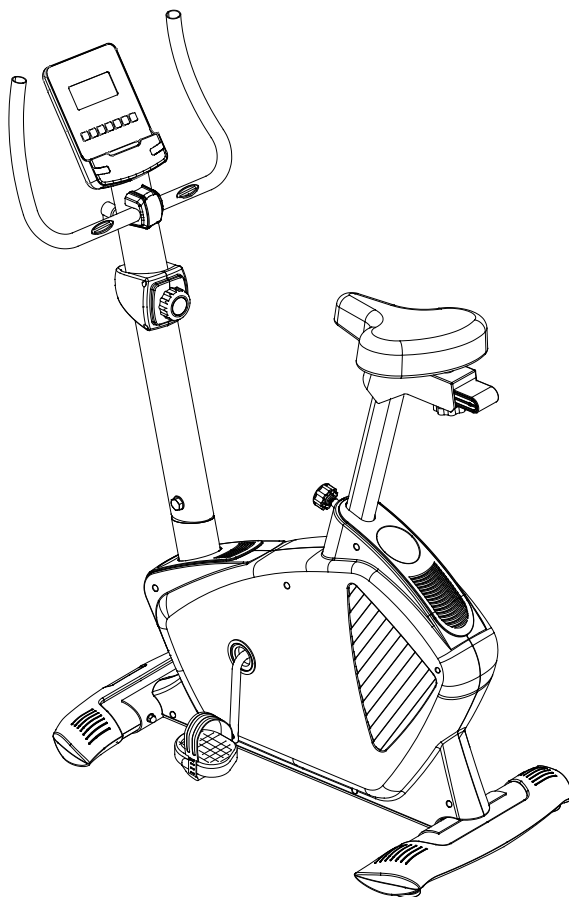

Рис.1
Достаньте оборудование из коробки и убедитесь, что все детали на месте рис.1. (1) основной корпус; (8) вынос руля; (22) подседельный штырь; (23) седло; (15) руль; (24) монитор; (3) задний стабилизатор; (2) передний стабилизатор; коробка, содержащая: (4) болты с прорезной головкой М-10; (5) изогнутая шайба М-10; (6) колпачковая гайка М-10; (13) изогнутая шайба М-8; (14) шестигранный винт; (16) кронштейн руля, (17) винт М8; (18) крышка кронштейна; (19) рычаг руля; (20) плоская шайба М-8; (21) ручка подседельного штыря; (36) шестигранный ключ; (37) двойной кольцевой гаечный ключ; (38) педальный гаечный ключ; (28) левая педаль; (29) правая педаль.